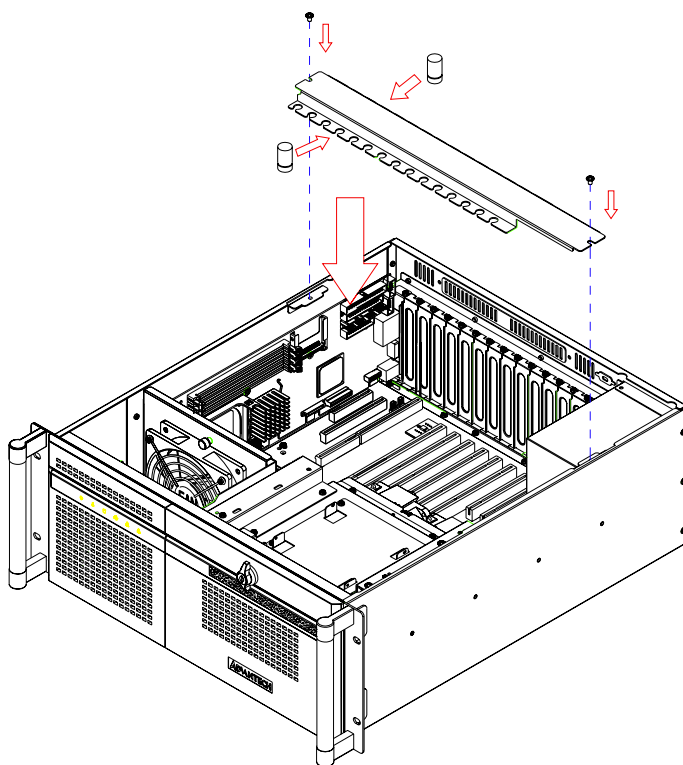

图 2.6：安装橡胶垫脚和固定压条
1. 固定压条上有两排凹槽，用来插入附件盒中提供的橡胶垫。其中一排凹槽用于插入 PCI 卡，另一排用于 ISA 卡。由于卡的高度不同，橡胶垫可以顶部朝上插入，也可以顶部朝下插入。橡胶垫脚安装完毕后，将会保护所有附加卡，使其免受振动或撞击造成的损坏。（如图 2.6 所示）